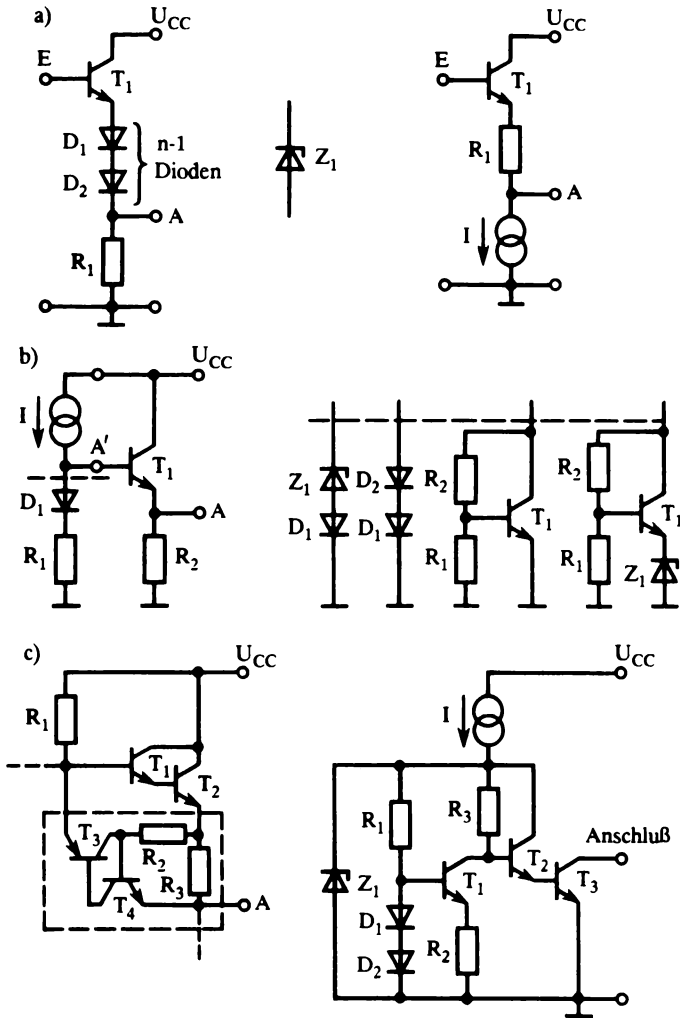

Abb. 14. Substrukturen von Analog-IS
9. Опишите рис. 14а.
10. Опишите рис. 14б.
11. Опишите рис. 14с.